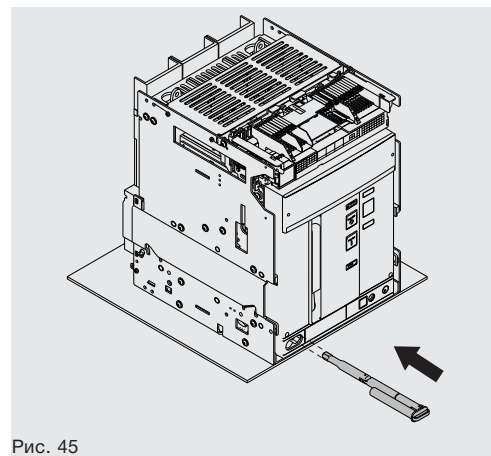

Рис. 45
12. Вставьте рукоятку в гнездо для хранения. См. Рис. 45.